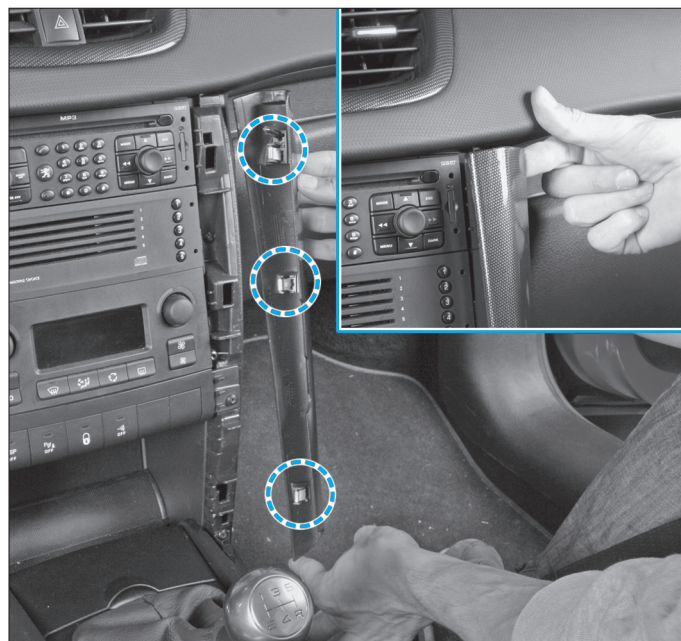

Fig. 24
- Déposer les deux ornements en commençant par le haut pour les dégrafer (Fig.24).